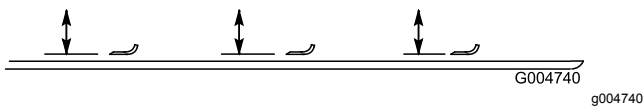

Figure 109
2. Tournez la lame dans le sens longitudinal et mesurez la distance entre l'intérieur du plateau de coupe et le tranchant à l'avant de la lame (Figure 109).